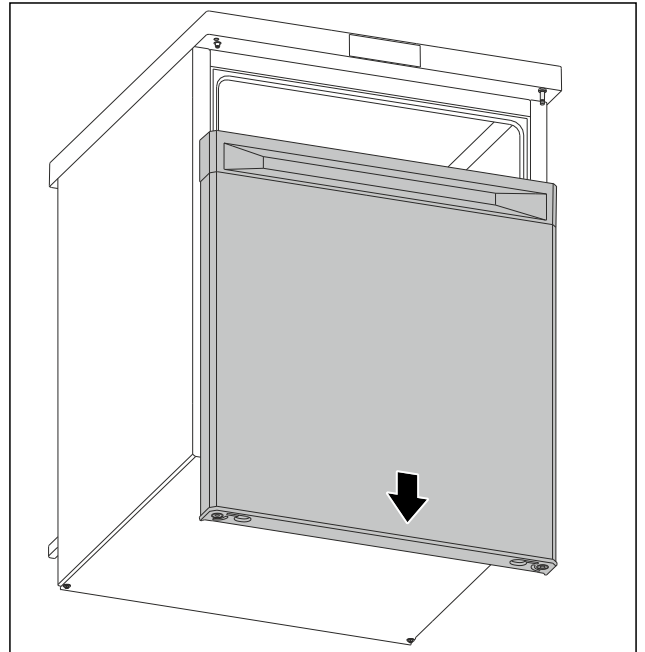

Fig. 8
- ▶ Ota ovi alaspäin pois. (katso Fig. 8)